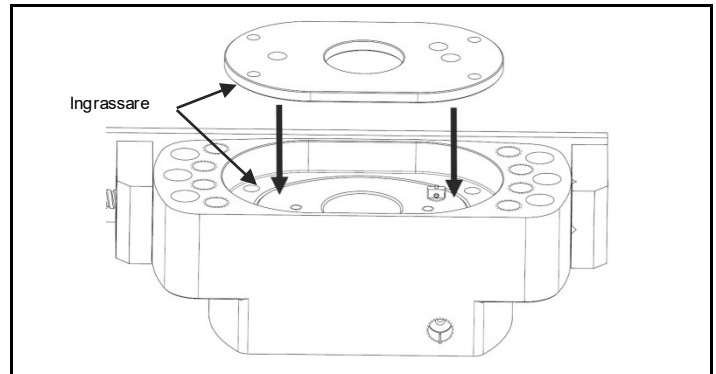
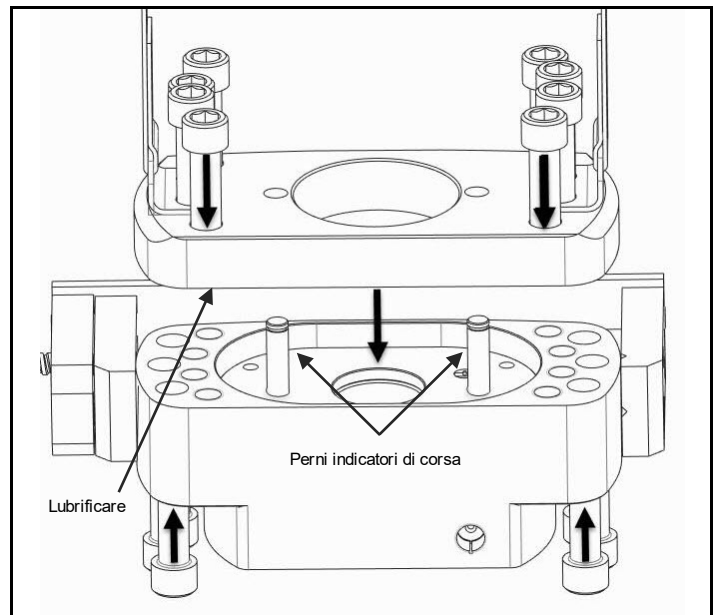

Fig. 4.10 Ingrassare, inserire valvola di sicurezza e fissarla sotto la piastra di richiamo a molla
Fig. 4.11 Ingrassare, inserire perno indicatore di corsa, fissare la piastra di fine corsa al corpo del tensionatore
- In fase di montaggio assicurarsi che la valvola di sicurezza rimanga allineata con il perno indicatore di corsa.. (Fig. 4.10/ Fig. 4.11)